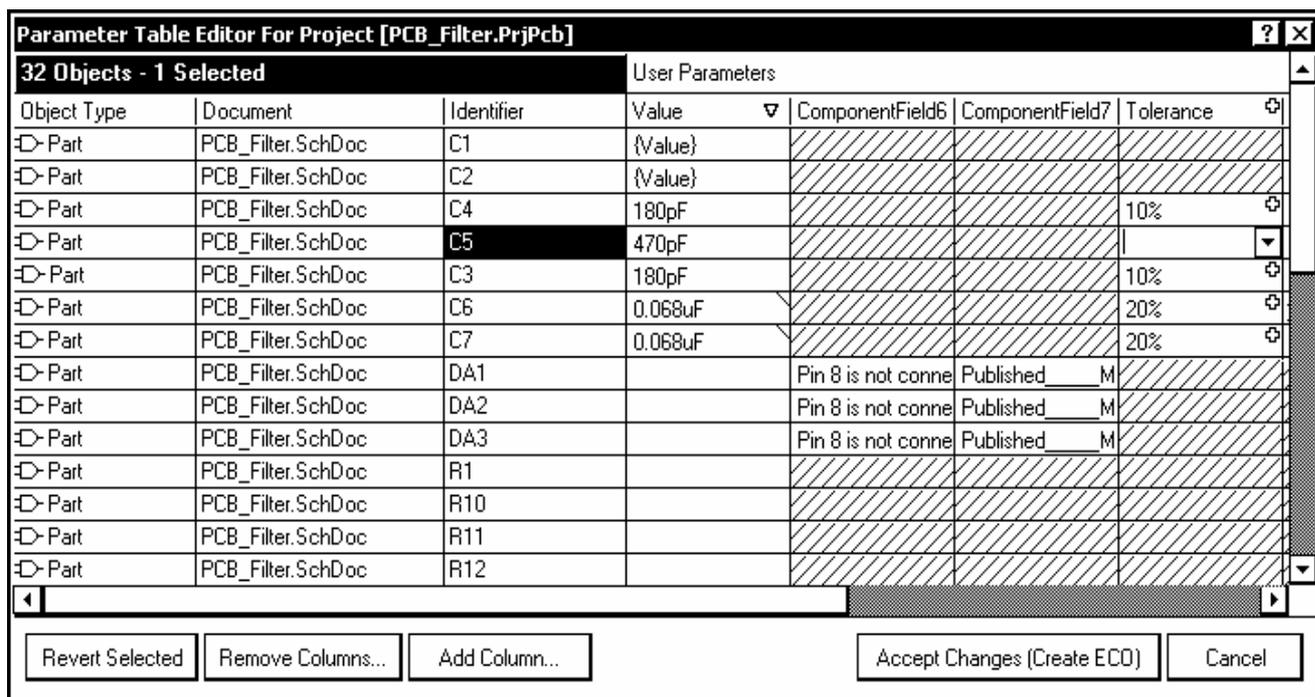

Рис. 5.14
4. Кнопкой ОК закрыть диалог. Открывается окно, рис. 5.14, с таблицей, в колонках которой указаны типы выбранных объектов (Part – схемный компонент), их позиционные обозначения по схеме, имя схемного документа и ранее назначенные параметры (атрибуты).
10. Щелчком правой клавиши активизировать контекстное меню и указать в нем команду Edit – редактировать. Ячейка становится доступной для редактирования: цвет селекции снимается; справа появляется кнопка вызова выпадающего списка значений параметра. Ввести с клавиатуры или указать в выпадающем списке необходимое значение параметра (см. рис. 5.14) . Подходящее значение параметра может также быть скопировано (Ctrl+C, Ctrl+V) в текущую активную ячейку из соседних, где значение уже присвоено.